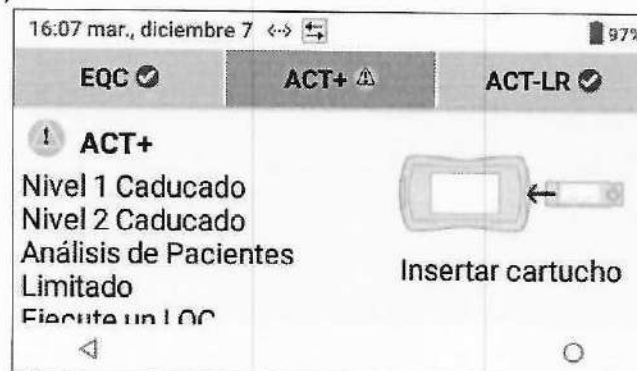

Figura 65: Se permiten las pruebas de LQC
- 2 Seleccione la pestaña apropiada (**ACT+** o **ACT-LR**) para el tipo de prueba de LQC que se debe ejecutar (Figura 65).